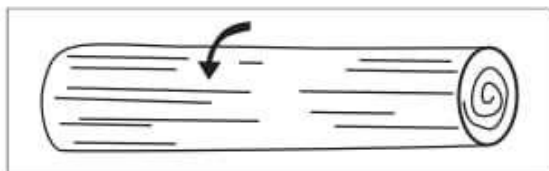

Рисунок 9.
1. В случае, когда ствол находится на опорах по всей длине, ведите пилу сверху вниз и одновременно с этим следите, чтобы цепь не врезалась в землю (рис. 9).